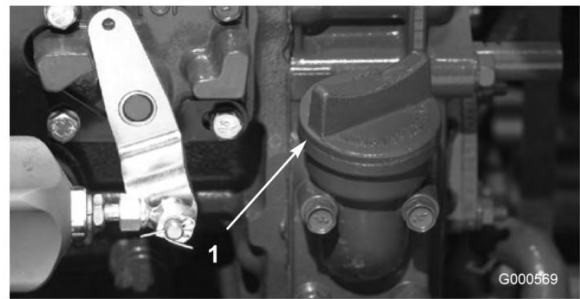

Figura 14
4. Si el nivel de aceite está por debajo de la marca FULL, retire el tapón de llenado (Figura 14) y añada aceite hasta que el nivel llegue a la marca FULL. **No llene demasiado.**